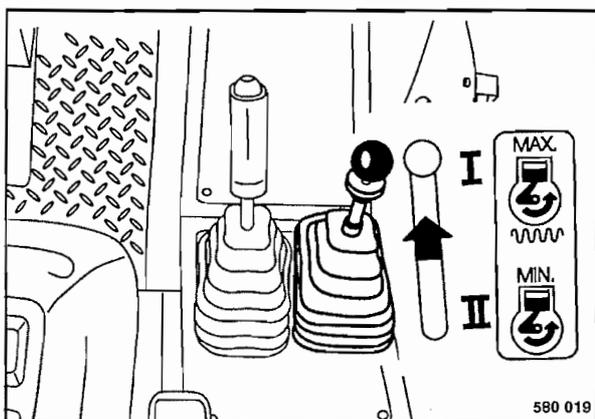

Fig. 36
- Colocar la palanca reguladora de revoluciones en posición "I" (Fig. 36) de plena carga y encajarla.